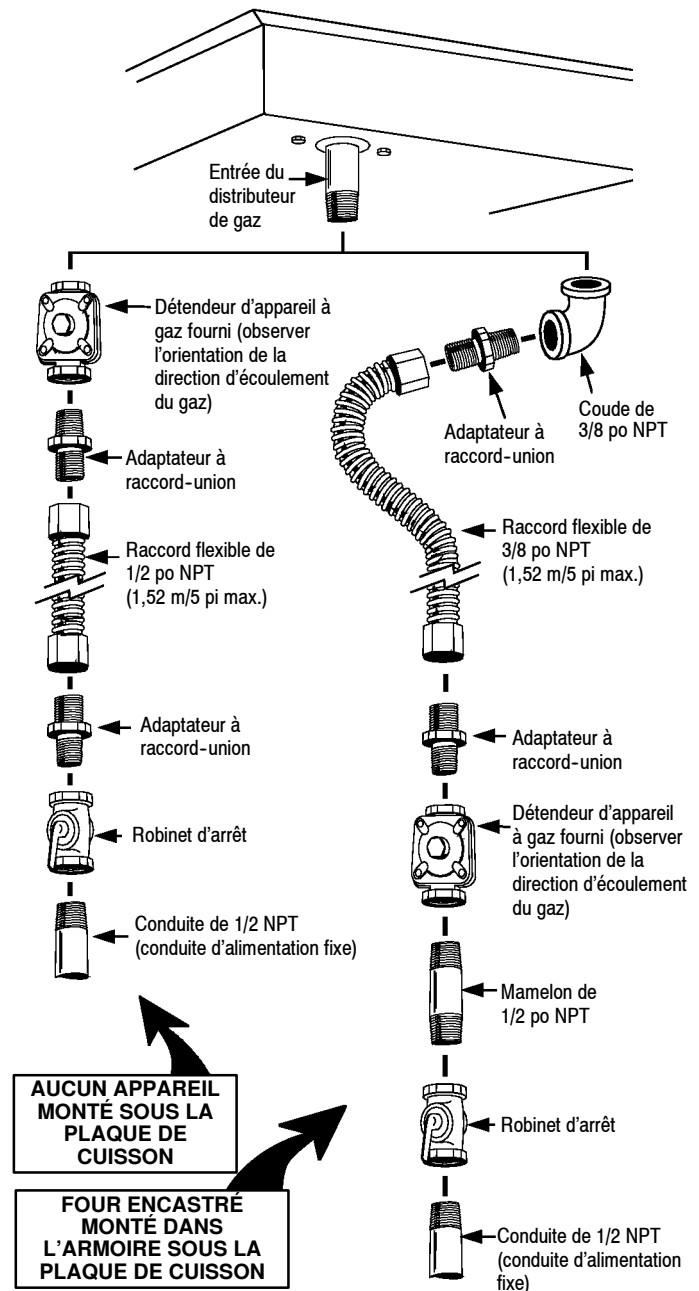

FIGURE 5
- Si la méthode alternative montrée à la figure 5 est sélectionnée, aucun raccord-union n'est nécessaire. (Le raccord flexible illustré offre les joints de raccord nécessaires pour permettre les interventions de service après-vente.) En cas de présence d'une cloison, si un raccord flexible est utilisé, il est recommandé, pour plus de commodité à la pose comme pour le service après-vente, que le raccord flexible traverse la cloison. **Tout raccord flexible utilisé avec cet appareil doit satisfaire aux conditions indiquées dans le texte qui accompagne la figure 5.**
Sauf si les codes et règlements locaux l'interdisent, un raccord flexible métallique neuf homologué A.G.A. peut être utilisé pour raccorder cet appareil à l'alimentation en gaz. Le raccord flexible ne doit pas faire plus de 1,52 m (5 pieds) de long. Tel qu'illustré à la figure 5, utiliser un adaptateur à raccord-union approprié à chaque extrémité du raccord flexible. Si un raccord flexible est utilisé, veiller à ce que le détendeur de l'appareil et le robinet d'arrêt soient raccordés solidement à une autre conduite rigide (conduite de gaz ou distributeur de gaz de l'appareil), de façon à conserver une position fixe. Voir l'illustration ci-dessous :